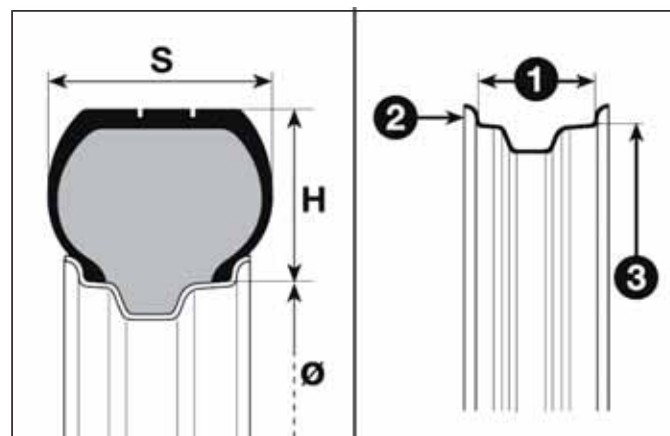

fig. 227
Ejemplo fig. 227: 195/65 R 15 82T
LECTURA CORRECTA DE LA LLANTA**Ejemplo fig. 227: 6 J x 15 H2****6** anchura de la llanta en pulgadas (1).**J** perfil del balcón (relieve lateral donde se apoya el talón del neumático) (2).**15** diámetro de ensamble en pulgadas (corresponde al del neumático que debe ser montado) (3 = Ø).**H2** forma y número de los "hump" (relieve de la circunferencia, que sujeta el talón del neumático Tubeless en la llanta).